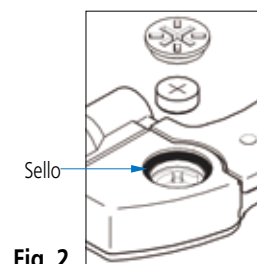

Fig. 2
6. Al apretar la tapa del conector de salida y la batería, asegúrese de que los sellos estén correctamente asentados para que no sobresalgan (solo para modelos Digimatic). (**Fig. 2**)